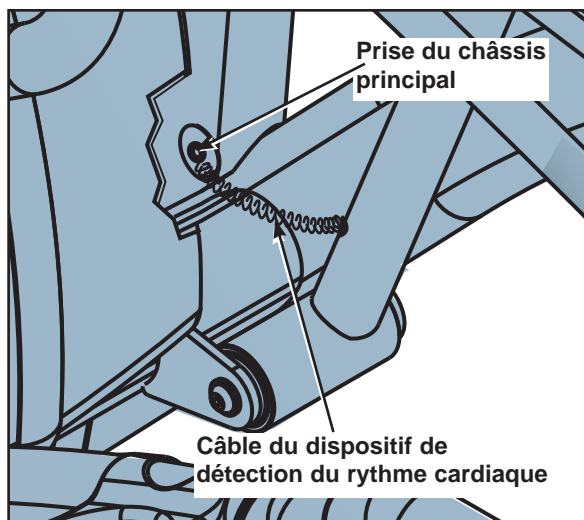

Figure 11
- A. Repérez le fil du dispositif de détection du rythme cardiaque qui sort du guidon droit. Reportez-vous à la figure 11.